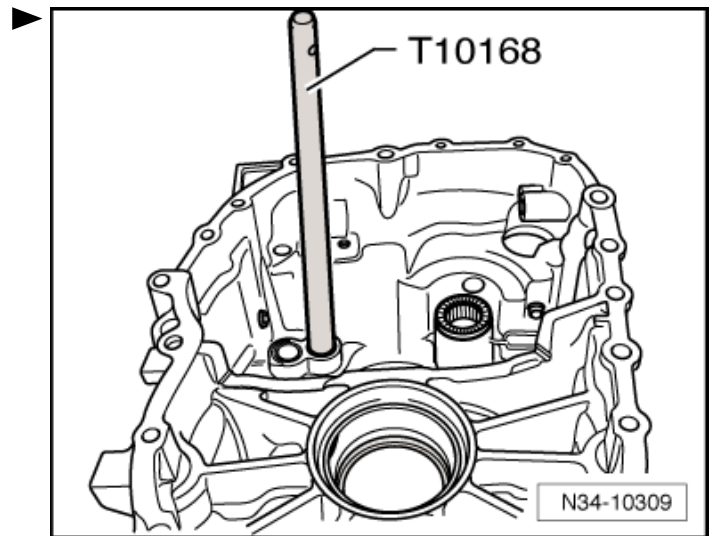

Abb. 9: Rasthülse -A- aus Getriebegehäuse auspressen
- ☐ bei zerlegtem Getriebe auspressen ⇒ Abb. 9 in **34-7** Seite 5